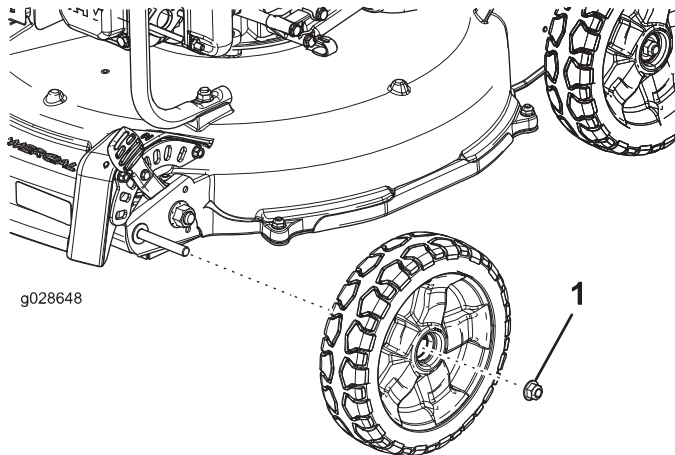

Figura 1
1. Retire la tuerca con arandela prensada y la rueda de la máquina (Figura 1).